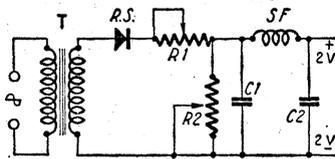

Figure HJ 10.01
1) Vous trouverez sur la figure HJ 10.01 le schéma demandé, dont les éléments sont : T = transformateur, primaire à la tension du secteur, secondaire 6 V 2,5 A ; RS = redresseur secondaire 6 V 2,5 A, R₁ = rhéostat 3 Ω 2,5 Ω, R₂ = rhéostat 5 Ω 2 A,